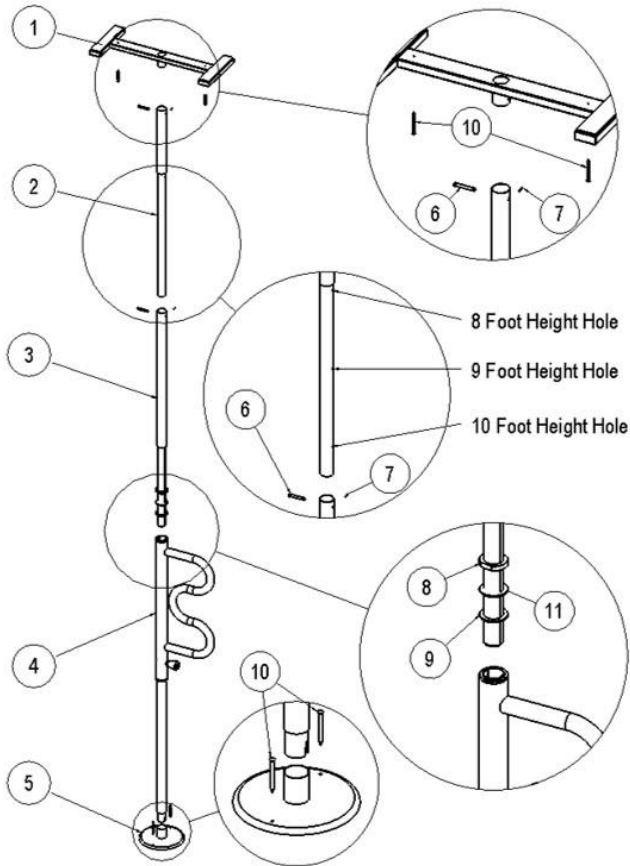
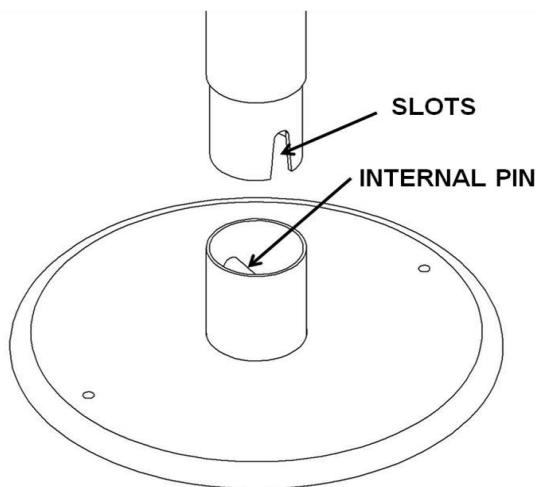

FIGURA 1
FIGURA 3
1. Estrarre tutte le parti dalla scatola e appoggiarle su una superficie piana, come mostrato nella Figura 1.
4. Il tubo di prolunga (ITEM-2) ha 3 serie di fori contrassegnati come "Foro altezza 8 piedi", "Foro altezza 9 piedi" e "Foro altezza 10 piedi", come mostrato nella Figura 1. Utilizzare l'apposito
5. Per un controsoffitto di 8 piedi , allineare il foro del tubo di prolunga (ITEM-2) contrassegnato con "Foro di altezza 8 piedi" (come mostrato nella Figura 1) a (ITEM-3) e inserire il perno a forcella e la coppia come precedentemente fatto nel passaggio 2.
6. Per un soffitto di 9 piedi o 10 piedi , allineare il tubo di prolunga (ITEM-2) con il foro contrassegnato con "Foro di altezza 9 piedi" o "Foro di altezza 10 piedi" (come mostrato nella Figura 1) a (ITEM-3) e inserire il perno a forcella e la
7. Collegare la piastra di base (ITEM-5) al tubo della maniglia (ITEM-4), come mostrato nella Figura 1, allineando le fessure nel tubo della maniglia (ITEM-4) con il perno interno nella piastra di base (ITEM-5) in modo le fessure si trovano a cavallo del perno interno per impedire la rotazione, come mostrato nella Figura 3.
NOTA: assicurarsi che la rondella di plastica (ITEM-11) sia posizionata tra il dado di regolazione (ITEM-8) e la rondella (ITEM-9) come mostrato nella Figura 1 prima di inserire ITEM-3 in ITEM-4.